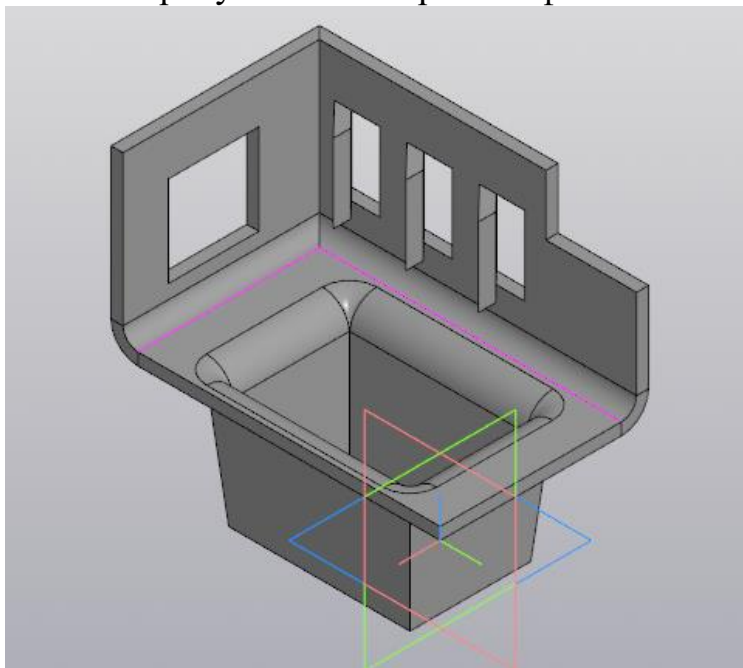

Рисунок 86.
14. Готовая штамповка рисунок 86. Сохранить файл.